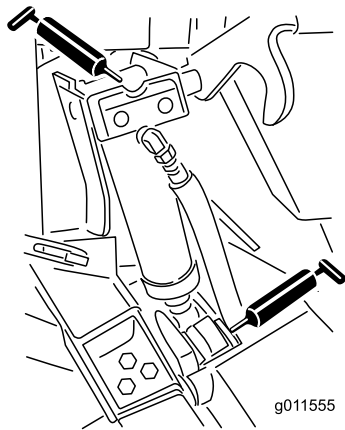

Figura 51
- 4 boccole del cilindro di sollevamento (Figura 51)